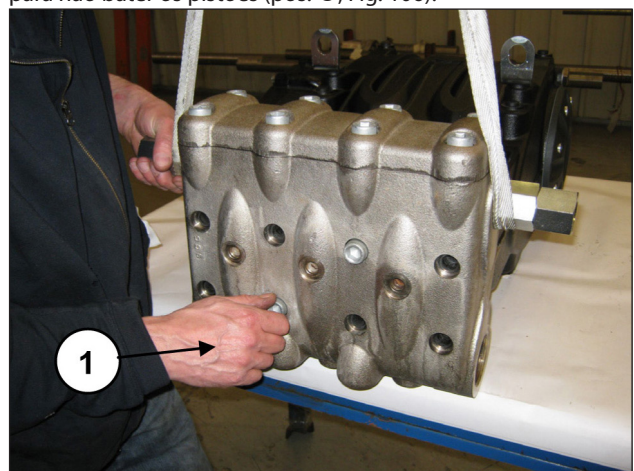
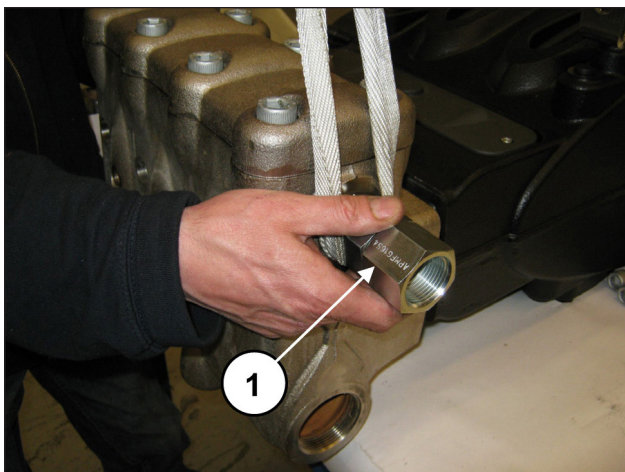

Fig. 105
Fig. 106
Agora é possível retirar o cabeçote do carter, fornecendo o desaperto dos oito parafusos M16x180 (pos. ①, Fig. 105). Durante a desmontagem do cabeçote, preste atenção especial para não bater os pistões (pos. ①, Fig. 106).